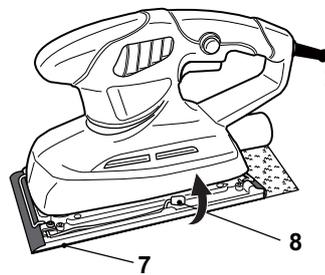

Fig. 6
- > Tirez sur le levier de pincement (8) vers le haut le long de la plaque de base (7) puis appuyez dessus pour l'enclencher (Fig. 6).